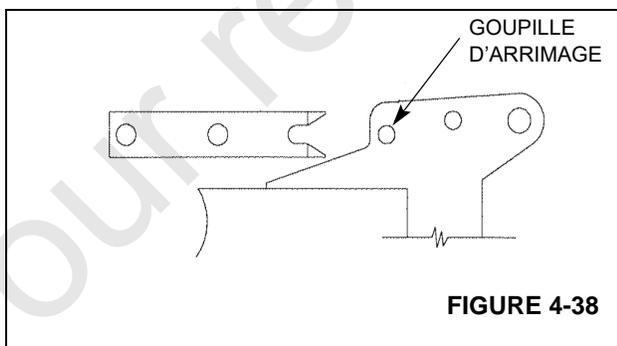

FIGURE 4-38
7. Observer l'alignement horizontal de la fente dans les oreilles et de la goupille d'arrimage sur le bras. Le réglage horizontal des oreilles d'arrimage s'effectue par des trous de boulons surdimensionnés dans l'oreille d'arrimage. Déplacer les oreilles vers l'intérieur ou vers l'extérieur pour obtenir un alignement correct. Positionner l'oreille supérieure de façon à maintenir le haut du bras vers la flèche et l'oreille inférieure de façon à maintenir le bas du bras éloigné du bas de la flèche, voir la Figure 4-38.